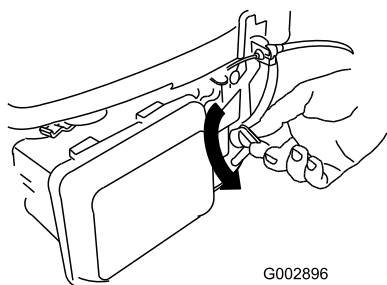

Figure 20
2. Tournez le levier du robinet d'essence en position ouverte (Figure 20).